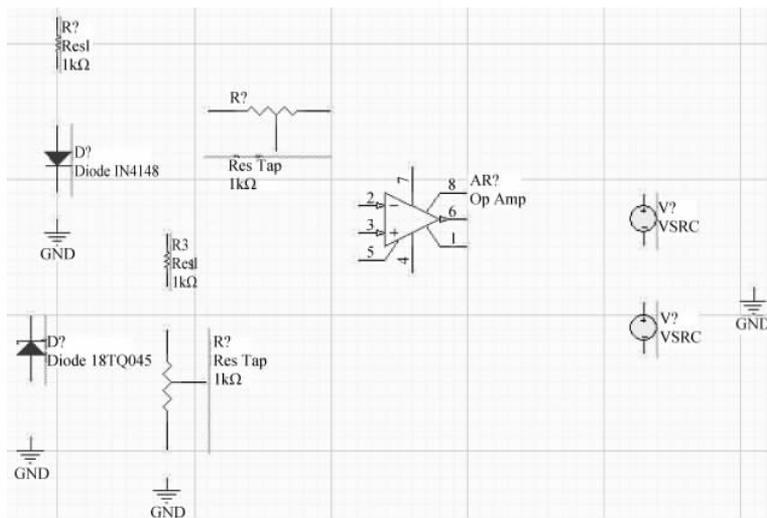

图 3-72 放置元器件和信号源
- (1) 从 Miscellaneous Devices, IntLib 库中分别找到名字为 Res1 的电阻元器件、名字为 Res Tap 的可变电阻、名字为 Diode 1N4148 的二极管、名字为 Diode 18TQ045 的二极管、名字为 Op Amp 的运算放大器(必须选择 Model Type 为 Simulation 的元器件),并将其按照图 3-72 所示的位置进行放置。
- (2) 从 Simulation Sources, IntLib 库中找到名字为 VSRC 的元器件,并按照图 3-72 所示的位置进行放置。
- (3) 单击 AD 主界面下工具栏内的  按钮,将 GND 按照图 3-72 所示的位置进行放置。